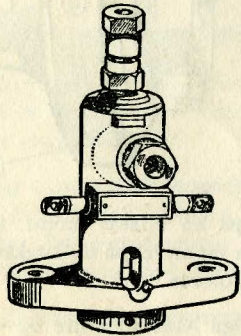

Fig. 8. Type BPF1A../00
- 1) BPF1A../00 Vandret flange med længdeaksen parallel med reguleringsstangen (fig. 8).
- 1) BPF1B ... /00 og BPF1Z ... /00 Flange som på BPF1A ... /00 (fig. 8).